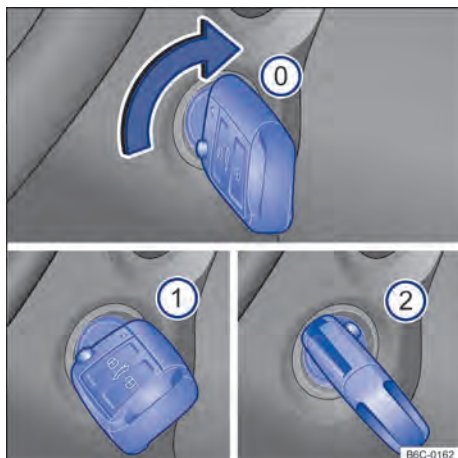

Fig. 90 Ao lado do volante, à direita: posições da chave do veículo no cilindro da ignição.
Posições da chave do veículo → Fig. 90
- ① Ignição desligada. A chave do veículo pode ser retirada.
- ① Ignição ligada.
- ② Pisar no pedal do freio (*veículos com transmissão automática*), ou no pedal da embreagem (*veículos com transmissão manual*) e ligar o motor. Quando o motor pegar, soltar a chave da ignição. Ao soltar, a chave do veículo retorna à posição → Fig. 90 ①.
- *Veículos com cilindro da ignição*: girar a chave do veículo na posição → Fig. 90 ①. A ignição está ligada. Nesse instante a luz de controle do sistema de partida aquecida ⚡ irá se acender no instrumento combinado. Aguardar que a luz de controle ⚡ se apague indicando o término do aquecimento do combustível (esta ação poderá ser necessária em condições de partida com o motor frio).
- *Veículos com cilindro da ignição*: girar a chave do veículo no cilindro da ignição para a posição → Fig. 90 ② – não acelerar. Quando o motor começar a funcionar, soltar a chave do veículo no cilindro da ignição.
- *Veículos com cilindro da ignição*: girar a chave do veículo no cilindro da ignição na posição → Fig. 90 .